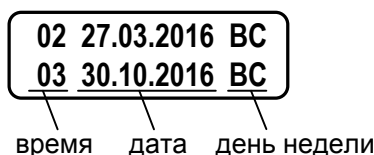

Рис.10. Вид окна дат перевода на «зимнее» и «летнее» время.
- 6.2.2.3. Даты автоматического перехода на «зимнее» и «летнее» время в текущем году можно определить, выбрав в меню **ИНФ** пункт **Летн./зимн. время в году** и дважды нажав кнопку . На экране ТВ будут отображаться информация, показанная на рис.10.